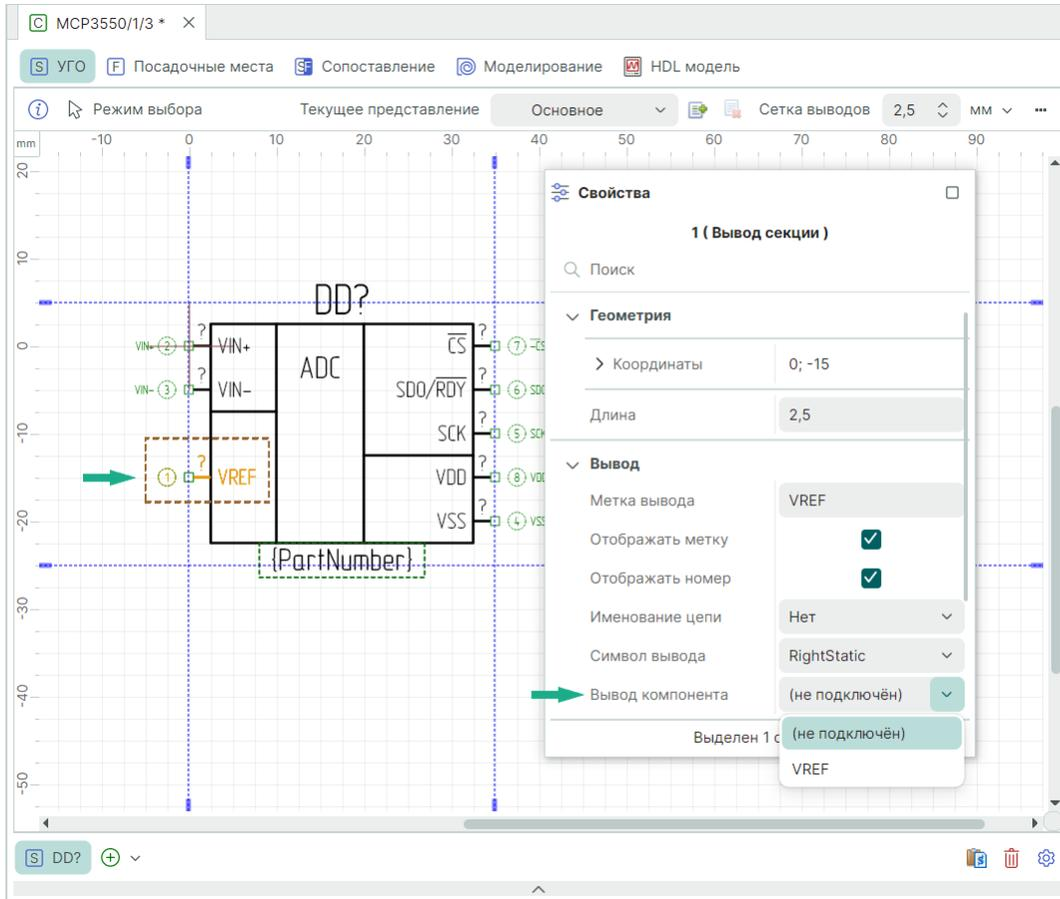

Рис. 286 Сопоставление вывода через панель «Свойства»
2. В выпадающем списке «Свойства» → «Вывод» → «Вывод компонента» выберите контакт для сопоставления, см. Рис. 286.